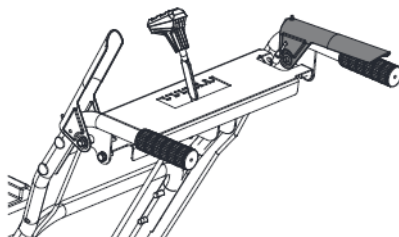

Рис. 33
3. Управляйте рычагом сцепления привода колес правой рукой (рис. 33).